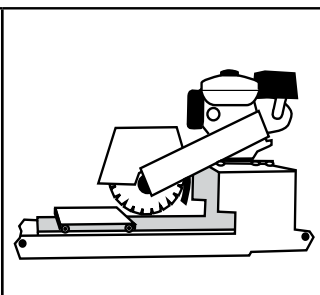

Figura 24. Sierra de mesa
- *Sierras de mesa (Hoja de diamante)*. (Figura 24). Brindan corte de precisión. Como carece de movilidad, implica mayor consumo de tiempo. La mayoría de las sierras pueden cortar en seco o húmedo. Las sierras que utilizan agua, mantienen la lubricación y reducen el desgaste de la hoja. Si la sierra requiere de agua, es aconsejable informarse acerca de la disponibilidad de un grifo cercano, a la hora de planificar la obra; de esta forma, ahorrará mucho tiempo y dinero. De ser posible, utilice agua limpia y no la haga recircular para evitar que los adoquines se manchen.